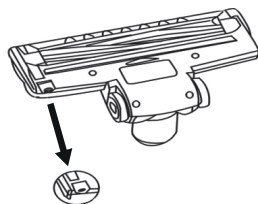

Рис. 4
- Переверните турбощётку, сдвиньте защёлку крепления в сторону, находящуюся с одного края щётки (см. Рис.4).